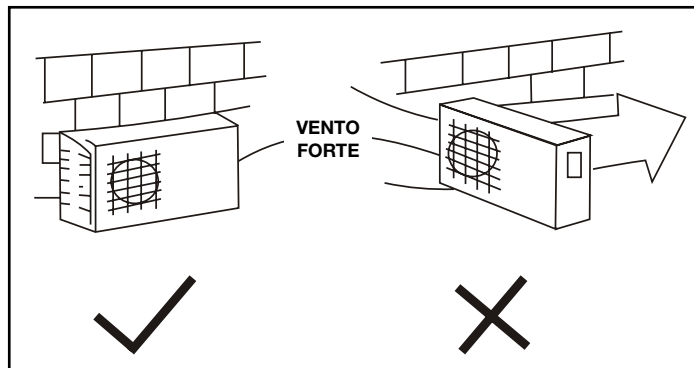

fig.9
3. Nel caso in cui il punto di installazione sia esposto a forti venti (come ad esempio può accadere nei luoghi di mare), assicurarsi che la ventola agisca correttamente, posizionando l'unità lungo la parete o proteggendola con appositi schermi (fig. 9). In ogni caso assicurarsi che forti venti non possano ostacolare la rotazione della ventola.